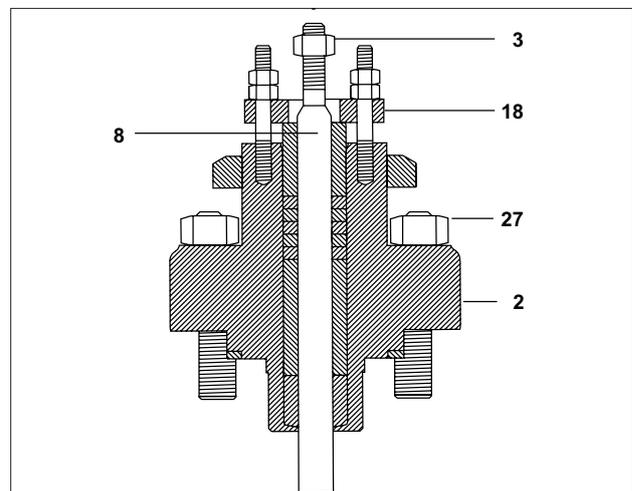

Bild 5: Graphit
- Die Kontermutter (3 – Bild 5 oder 7) entfernen
- Die Stopfbuchsmutter (18 – Bild 5 oder 7) entfernen
- Die obere stellitierte Führung (9 – Bild 5 oder 7) entfernen
- die Graphit Stopfbuchspackung (14 – Bild 5 oder 7) entfernen und wegwerfen.
- Den Halterungsraum der Stopfbuchspackung sorgfältig reinigen und gemäß Skizze (Bild 5) wieder zusammensetzen.